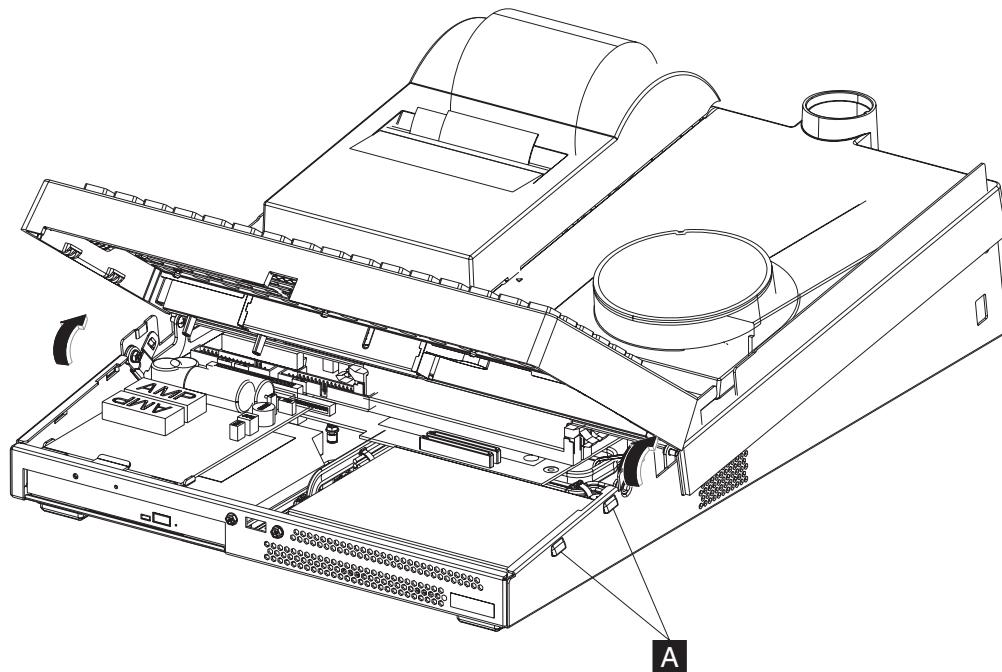

图 14. 从两侧向外拉以松开锁定夹。
2. 通过将外盖按图 14 中显示的位置从 SurePOS 100 机架的外盖边缘正下方轻轻拉出, 松开键盘两侧的锁定夹 **A**。